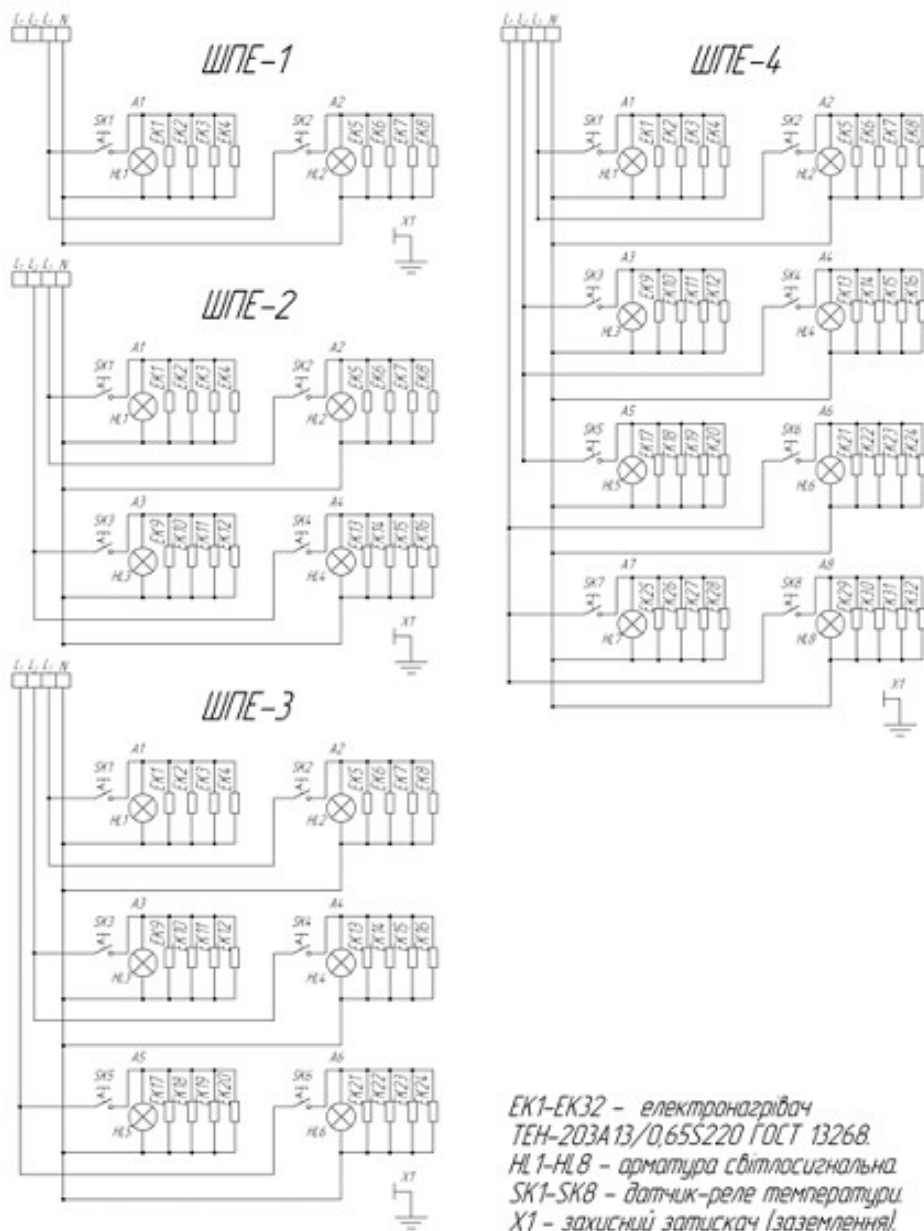

Рисунок 2. Схема електрична принципова
4.5 Схема електрична принципова представлена на рис. 2.